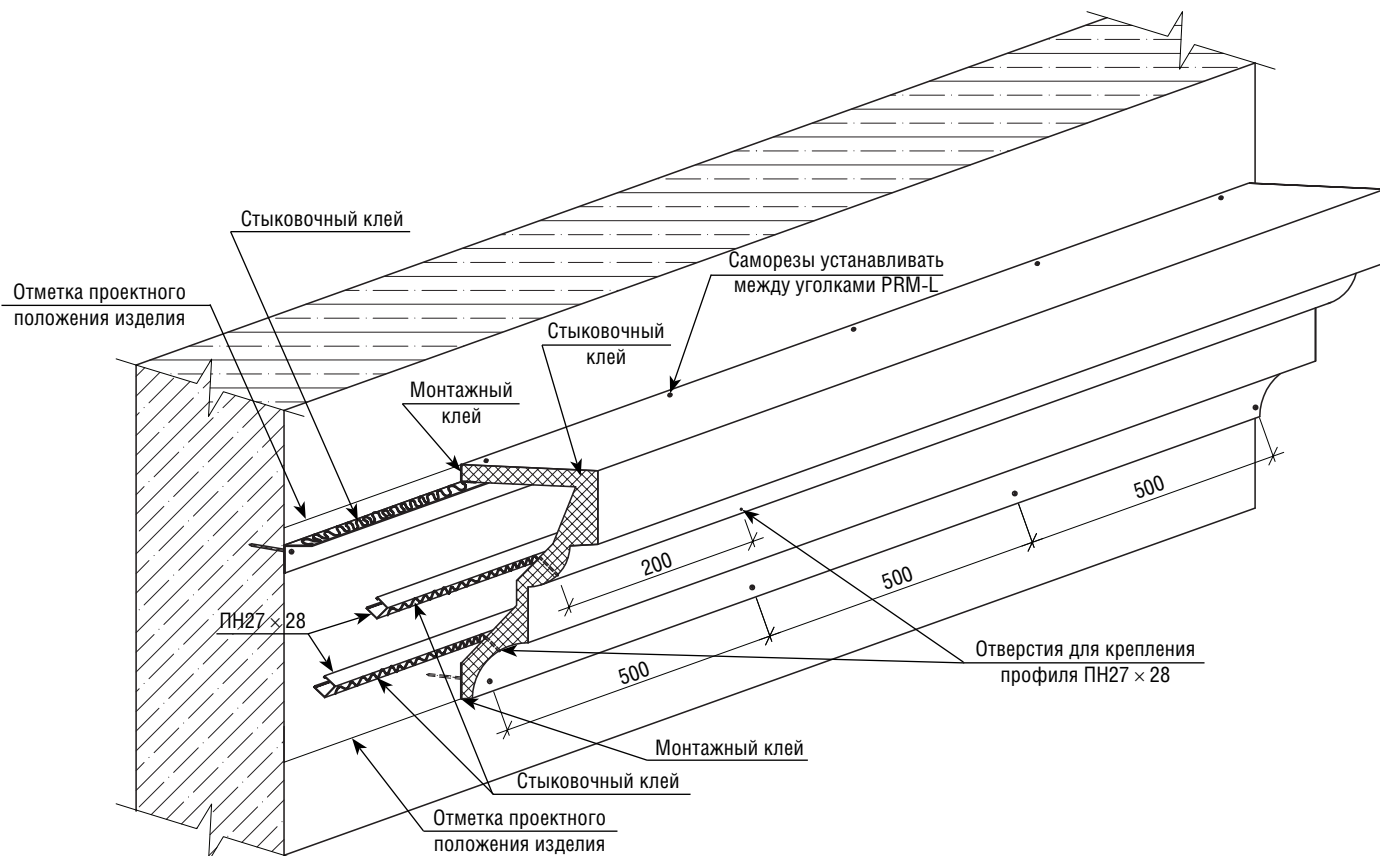

Рис. 3-2
3.1.3 Установите профиль ПН 27 × 28 с тыльной стороны погонажного изделия (рис.3-2) закрепив его саморезами  $\varnothing 3,5$  мм, с шагом  $\approx 350$  мм, так, чтобы шляпки были утоплены в изделие.